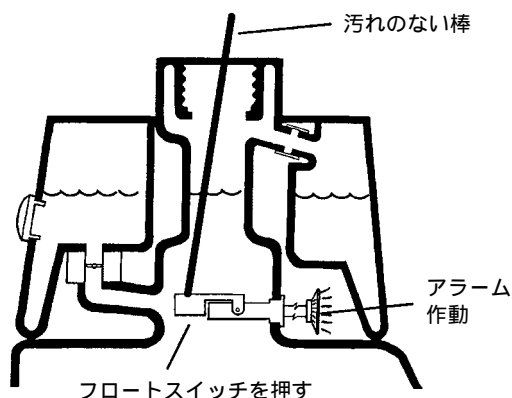

図29
3. 汚れない棒やドライバを差し込んで、フロートを軽く押さえてやる（図29）。1秒後にアラームが鳴れば正常である。